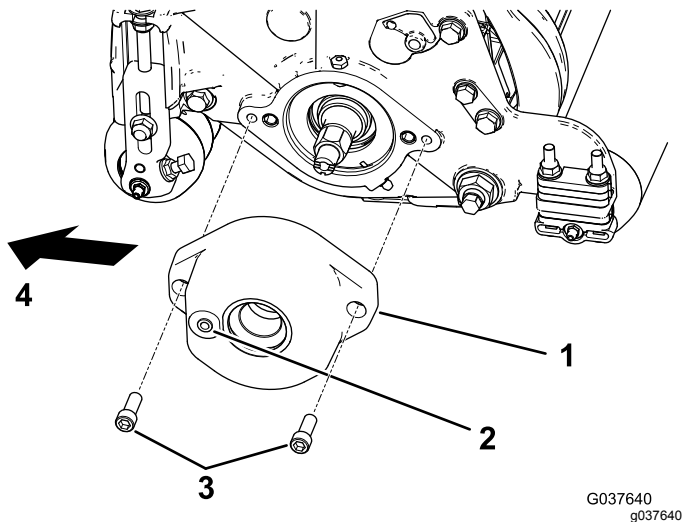

図 4
2. モデル 133-0158 キットを、7インチカuttingユニット付きのリールマスター 5010 に取り付ける場合のみローラブラシハウジングをリールベアリングハウジングに取り付ける六角ソケットボルト 3/8 x 1 インチ 2本を使用 図 4を参照。